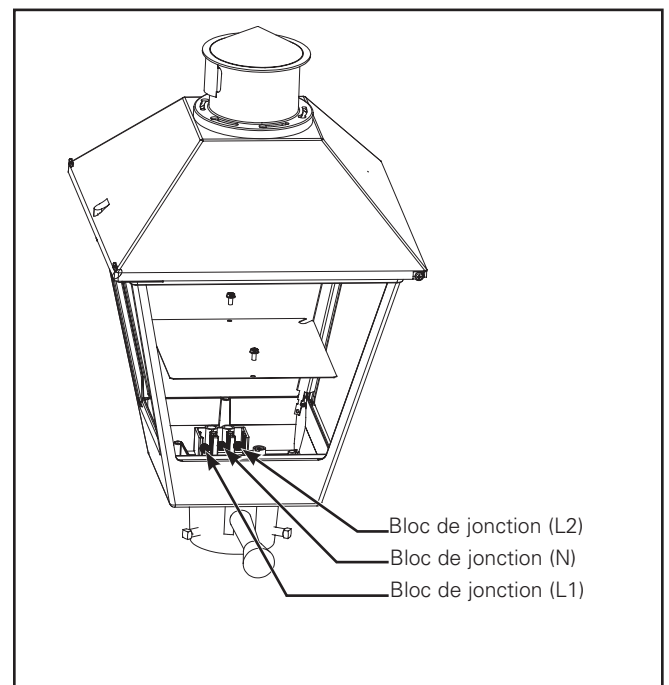

Figure 2.
3. Branchez les fils de service dans la position appropriée avec le bloc de jonction. (Figure 2.)
6. Branchez les fils de service dans la position appropriée avec le bloc de jonction. (Figure 2.)